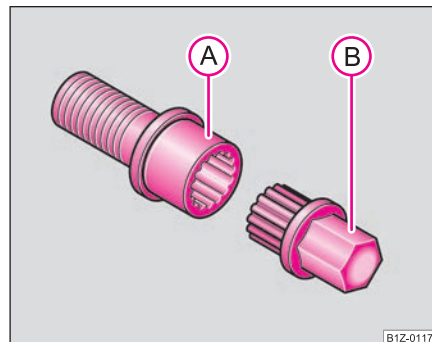

Fig. 198 Tornillo de seguridad para ruedas con adaptador
- Introducir el adaptador (B) con su lado dentado hasta el tope de tal modo en el dentado interior del tornillo de seguridad para ruedas (A), que ya sólo sobresalga el hexágono exterior ⇒ **fig. 198.**